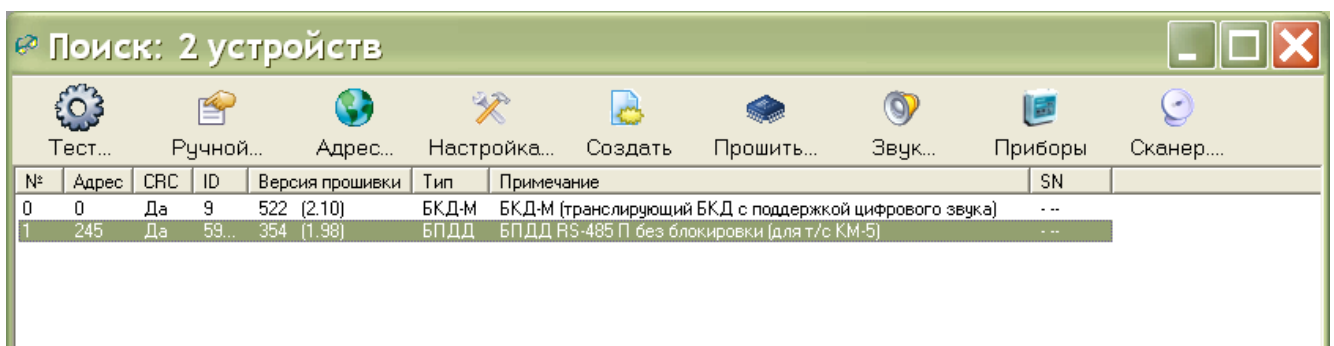

Рисунок 11
5) Выполнить команду поиска устройств «БКД/Поиск устройств...» (рисунок 11).
4) Выполнить команду поиска устройств «БКД/Поиск устройств...». В таблице в столбце «Версия прошивки» будет указан номер версии встроенного ПО блока. Для обновления программного обеспечения следует в окне «Поиск» выбрать строку с требуемым БПДД, нажать на кнопку «Прошить...» (рисунок 11).